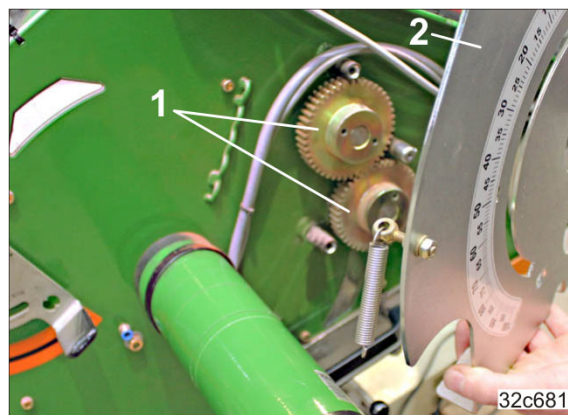

Рис. 265
7. Очистите цилиндрические шестерни (Рис. 265/1) за пластиной со шкалой (Рис. 265/2) при помощи сжатого воздуха от пыли и грязи.